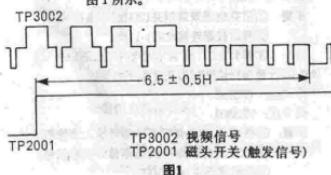

图1
②示波器 CH-2接TP3002;
③放校正标准磁带(VFJ8125H3F);
④调节VR2001P,使相位移为 6.0 ± 0.5 H,如图1所示。